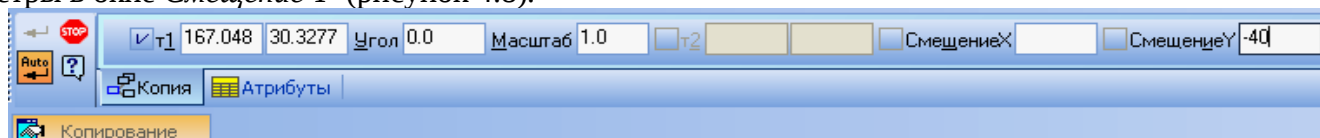

Рисунок 4.8 –Установка параметров Смещения Y
4. Копии горизонтальных линий постройте на расстоянии 40, 20 и 60мм, задавая параметры в окне *Смещение Y* (рисунок 4.8).